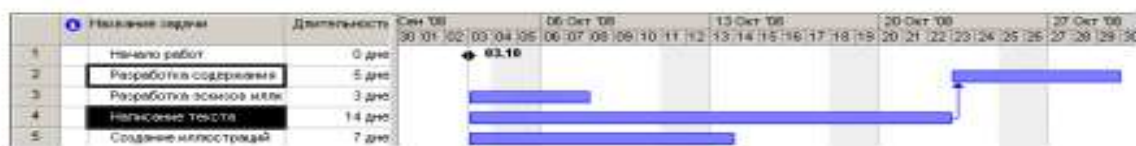

Рис. 16. Неправильно созданная связь
- Нажмите кнопку на панели инструментов (Стандартная). Между выделенными видами работ снова будет установлена связь (рис. 16).